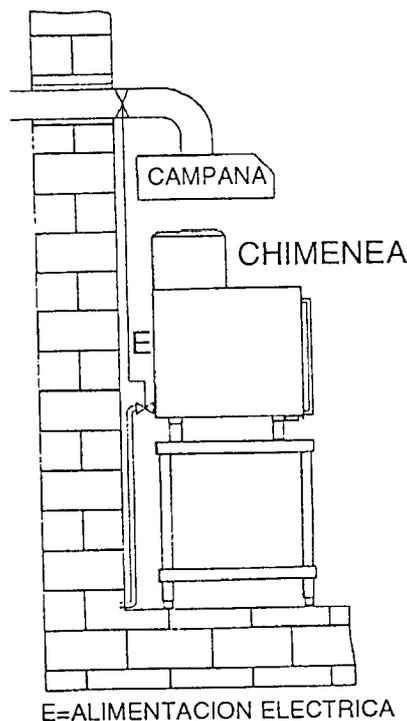

Fig. 1
EVACUACIÓN DE LOS PRODUCTOS DE COMBUSTIÓN (ver fig. 1)
• Aparatos a gas de tipo A previstos para ser conectados con un conducto natural para la evacuación de los productos de la combustión, por ejemplo para ser conectados a una chimenea de eficiencia cierta, con tiraje natural, o para descargar los productos de la combustión directamente al exterior (fig.1); o conectados con un sistema de descarga forzada, por ejemplo una campana equipada con aspirador mecánico.
- la alimentación a gas de los aparatos debe ser directamente controlada por el sistema de descarga forzada y se debe interrumpir en el caso en que la capacidad de la descarga baje de los valores prescritos. El gas se debe volver a suministrar a los aparatos sólo manualmente (fig.1).